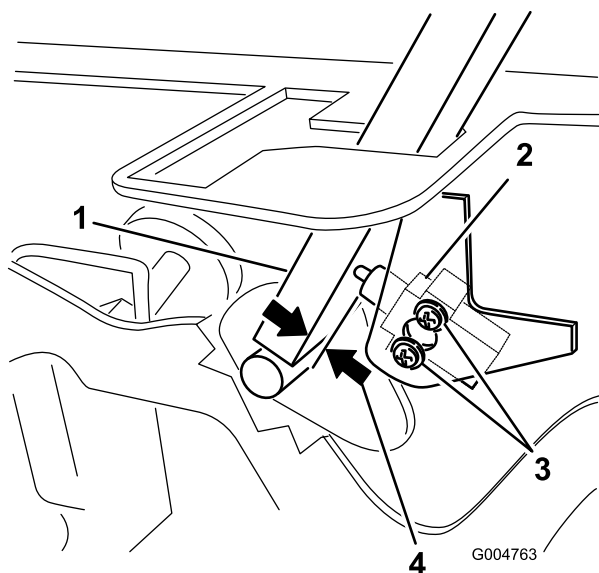

Figura 82
3. Afloje los 2 tornillos que fijan el interruptor de seguridad (Figura 82).
4. Sujetando la palanca de control contra el bastidor, mueva el interruptor hacia la palanca hasta que la distancia entre la palanca y el cuerpo del interruptor sea de 0.4 a 1 mm (de 0.015 a 0.045") como se muestra en Figura 82.